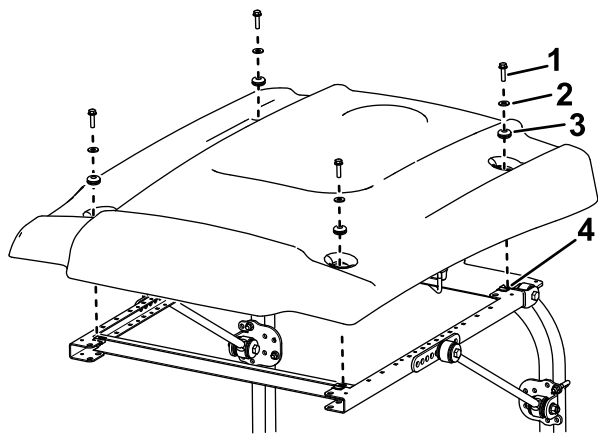

Figura 35
15. Alinee los taladros de montaje y posicione el toldo sobre el bastidor, según se muestra en Figura 35.
- Sujete provisionalmente cada esquina del toldo al bastidor con un perno con arandela prensada (5/16" x 1"), una arandela pequeña y un anillo de goma (Figura 35).